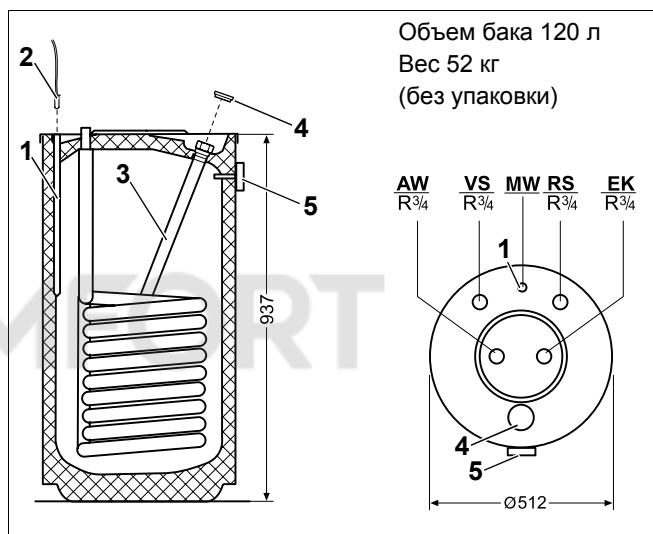

Рис. 1 Подключения и технические характеристики (размеры в мм)
- Вставьте до упора датчик температуры (рис. 1, поз. 2) с зажимной пружиной в трубку (рис. 1, поз. 1).
Для показания температуры горячей воды устанавливается термометр (рис. 1, поз. 5).
- Отверткой вынуть пластмассовую пробку (рис. 1, поз. 4).
- Вывернуть магниевый анод (рис. 1, поз. 3).
- Проверить износ магниевого анода (рис. 1, поз. 3). Замените анод, если его диаметр уменьшился примерно до 15 – 10 мм (у нового анода Ø 26 мм).